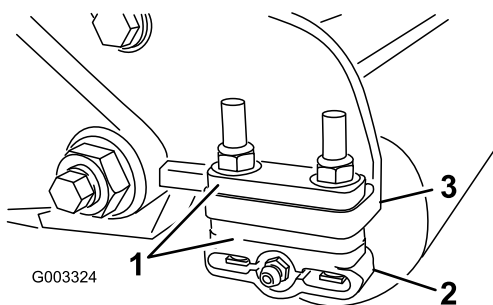

図 10
1. 希望の刈高範囲に必要な数のスペーサを刈高チャートで確認し、スペーサをサイド・プレートの取り付けフランジ（図 10）の下に入れて、後ローラのブラケットの位置を正しくセットする（図 10）。